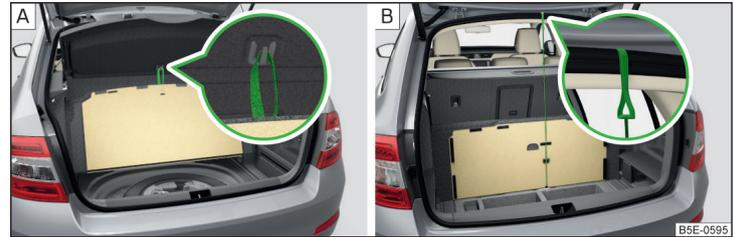

Abb. 109 Bodenbelag befestigen: Variante 1 / Variante 2
**Befestigungsvarianten des Bodenbelags** » Abb. 109